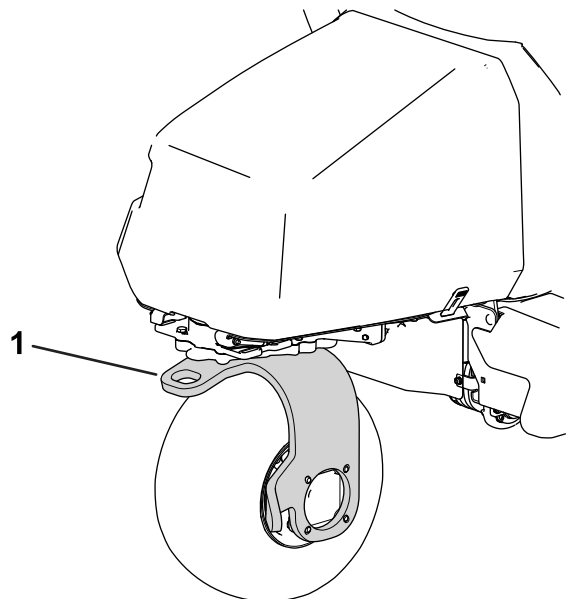

Bild 31
11. Verwenden Sie die hintere Laufradgabel zum Abschleppen der Maschine (Bild 31).